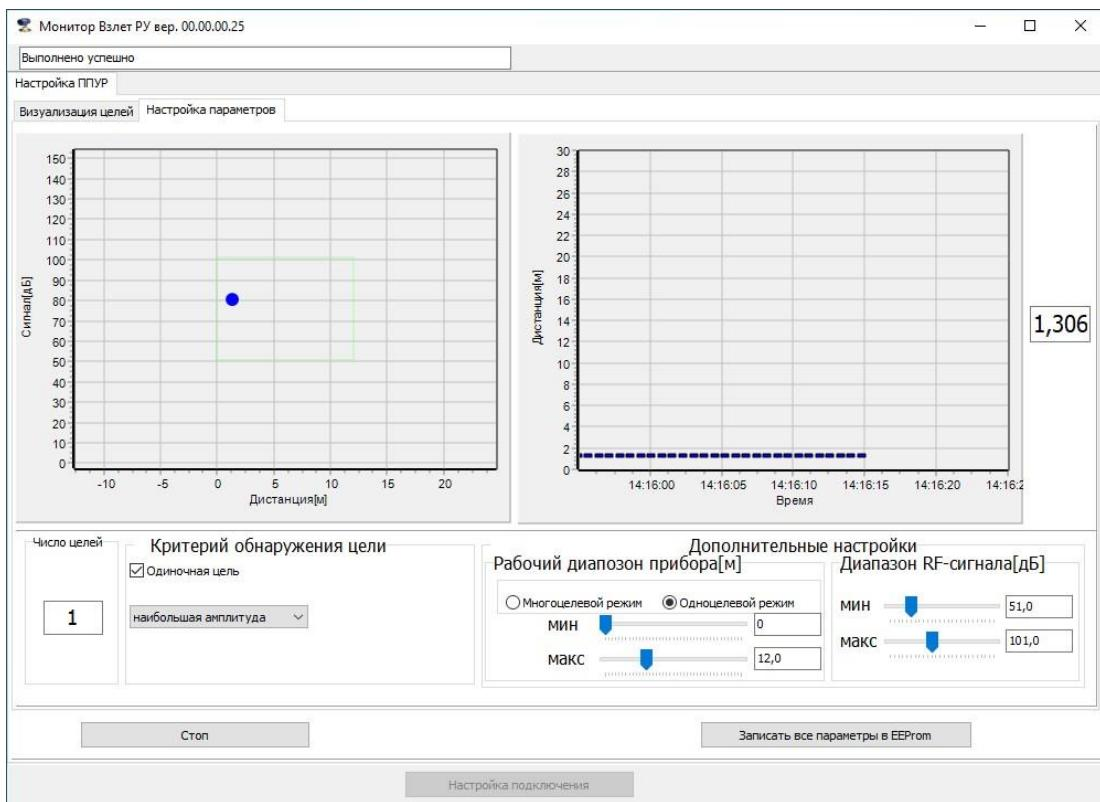

Рис.26 - Окно «Настройка параметров».
7.7.5 Переход к настройке ППУР производится щелчком «мышки» по вкладке «Настройка параметров» в командной строке. Открывается окно, приведенное на рис.26: